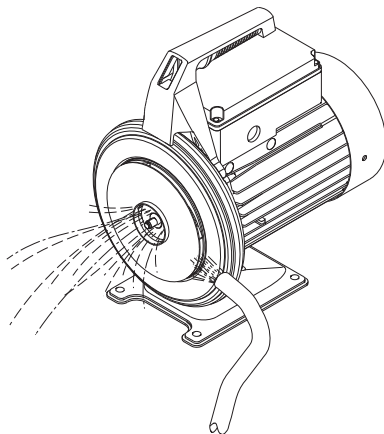

Abb. 7 Reinigen des Laufwerks
7. Prüfen, ob das Laufrad (Pos. 49) verschmutzt ist. Falls das Laufrad verschmutzt ist, das Laufrad mit Hilfe einer weichen Bürste oder einem Wasserstrahl reinigen. Siehe Abb. 7. Um dabei ein Mitdrehen des Laufrads und der Motorwelle zu verhindern, die Lüfterschaukeln des Motors festhalten.